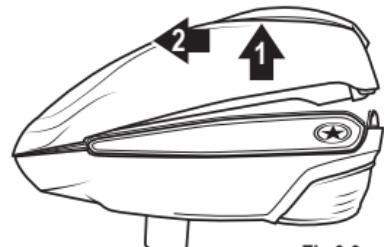

Fig 6.3
3. Soulevez la coquille supérieure de façon à l'écartez de la coquille inférieure, en l'inclinant légèrement vers l'avant, jusqu'à ce qu'elle soit libérée (Fig. 6.3).